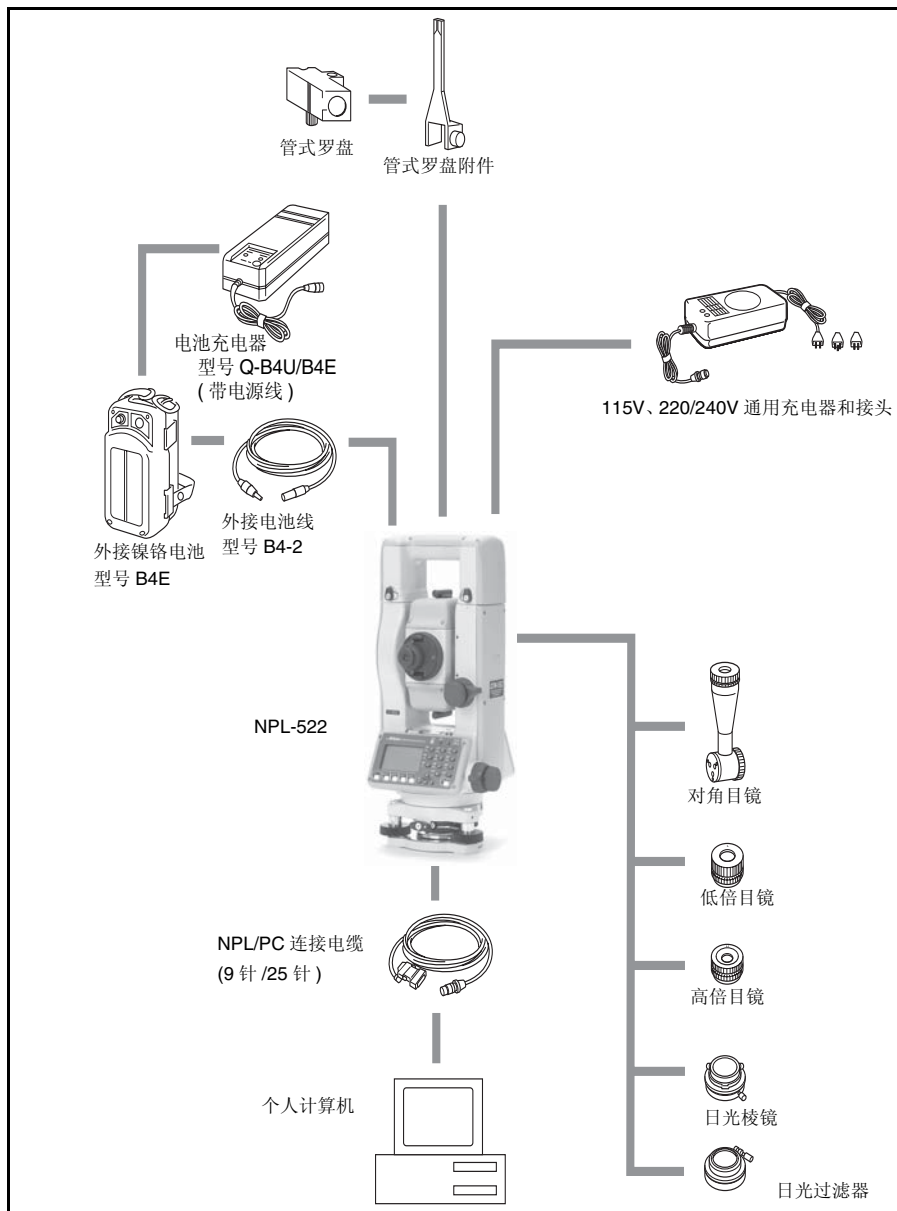

图 8.1 测量侧面
**注意** - 如果不按照图 8.1（第 8-182 页）所示的方法连接，使用本接头的风险应由您自己承担。